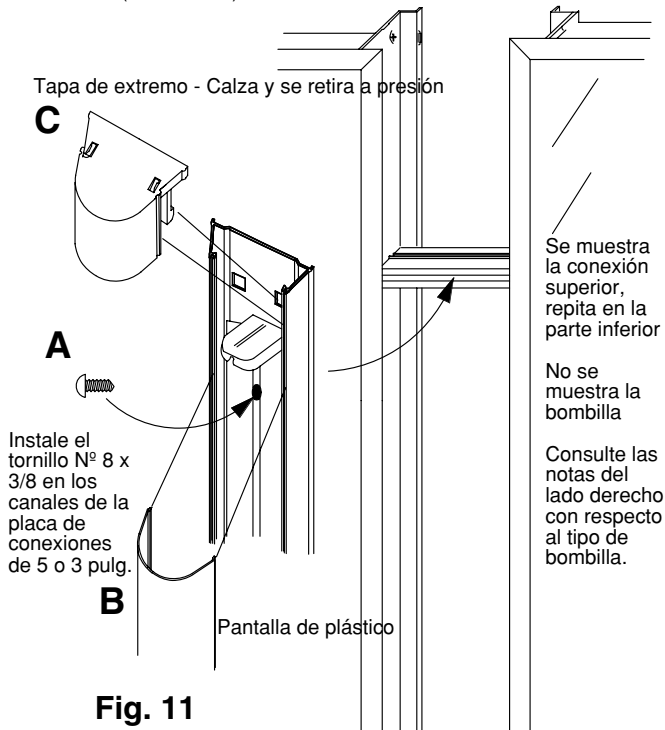

Fig. 11
3. Una vez que el artefacto esté cableado, fije el mismo con los dos tornillos N° 8 x 3/8 pulg. como se muestra en el elemento A de la Fig. 11.